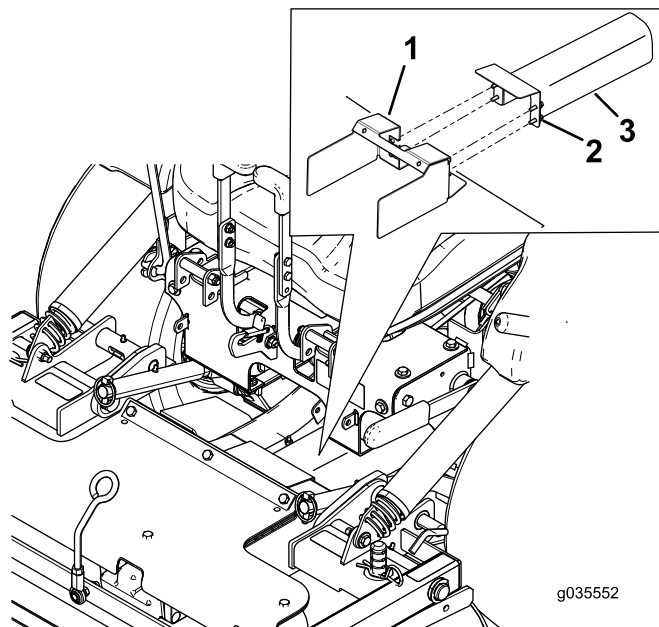

Bild 10
4. Lösen Sie die Schrauben und nehmen die Metallschutzvorrichtungen ab, wie in **Bild 10** abgebildet.
2. Befestigen Sie die Metallschutzvorrichtungen und Schrauben, wie in Bild 10 abgebildet.